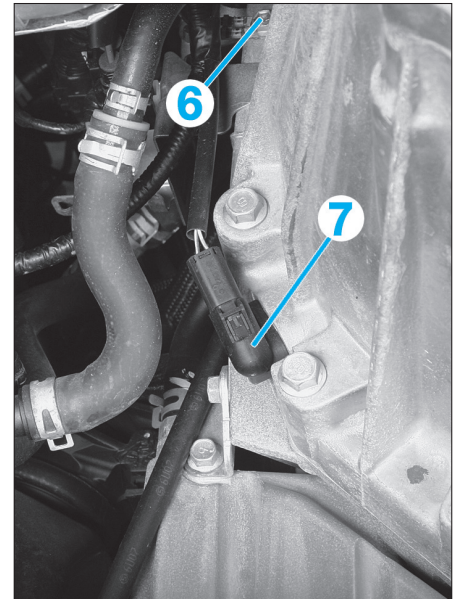

FIG. 6
- Déposer la tresse de masse de la boîte de vitesses (6) (Fig.6).
- capteur de position vilebrequin (7) (Fig.6).